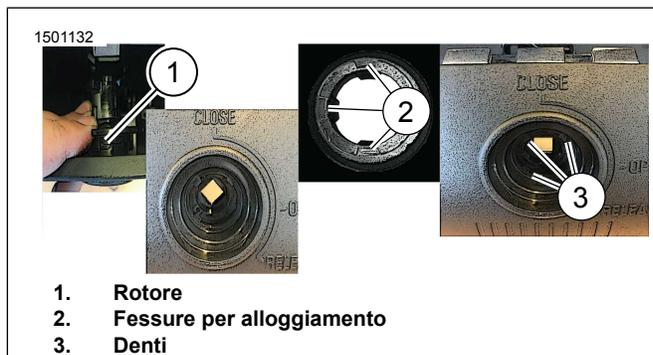

Figura 7. Corpo
- b. Figura 7 Posizionare il rotore (1) manualmente.
- a. Figura 7 Allineare tre fessure (2) sull'alloggiamento con tre denti (3) sulla leva di rilascio.